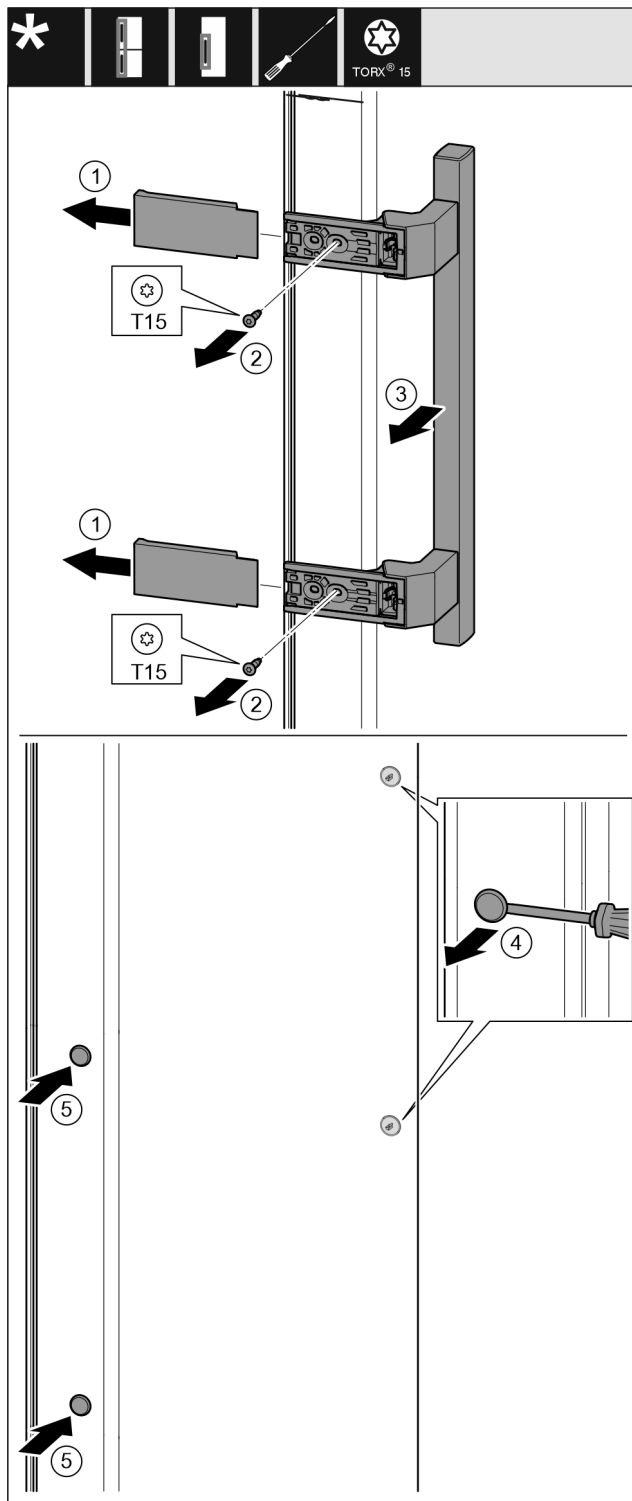

Fig. 39
- Abdeckung abziehen. Fig. 39 (1)
- Schrauben mit Schraubendreher T15 herausdrehen. Fig. 39 (2)
- Griff abnehmen. Fig. 39 (3)
- Seitlichen Stopfen vorsichtig mit einem Schlitzschraubendreher anheben und herausziehen. Fig. 39 (4)
- Stopfen auf der anderen Seite wieder einsetzen. Fig. 39 (5)